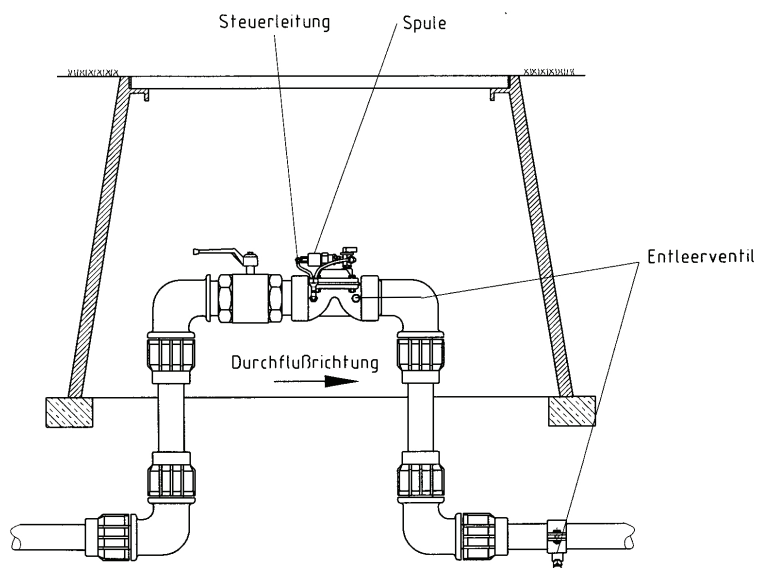

Abbildung 3
- ☆ Spule ausbauen indem der Klemmring zurückgedrückt und die Steuerleitung herausgezogen wird. Auf Verschmutzung überprüfen und gegebenenfalls reinigen (s. Abb. 3)
- ☆ Filter ausbauen, ebenfalls zuvor die Steuerleitung abziehen. Auf Verschmutzung überprüfen und gegebenenfalls reinigen (s. Abb.3)